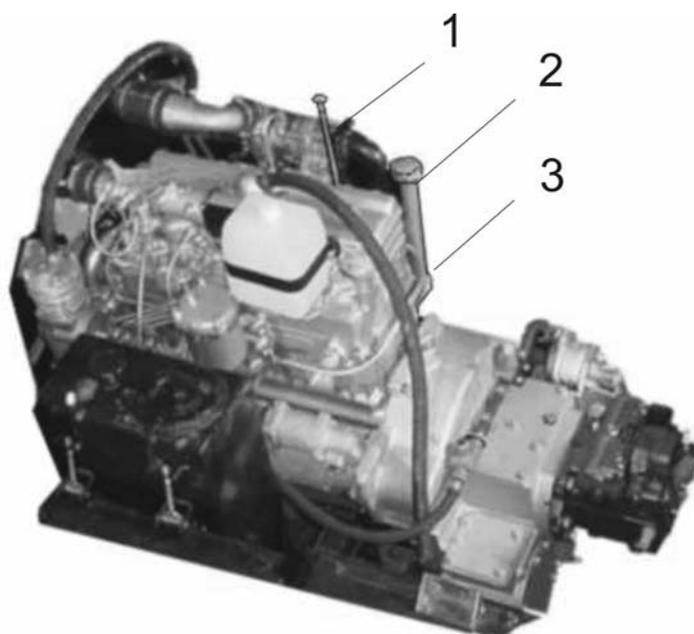

Рисунок 7.1 – Проверка уровня масла в картере двигателя
- вынуть масломер 1 (рисунок 7.1), который расположен на блоке цилиндров с правой стороны, протереть его начисто;